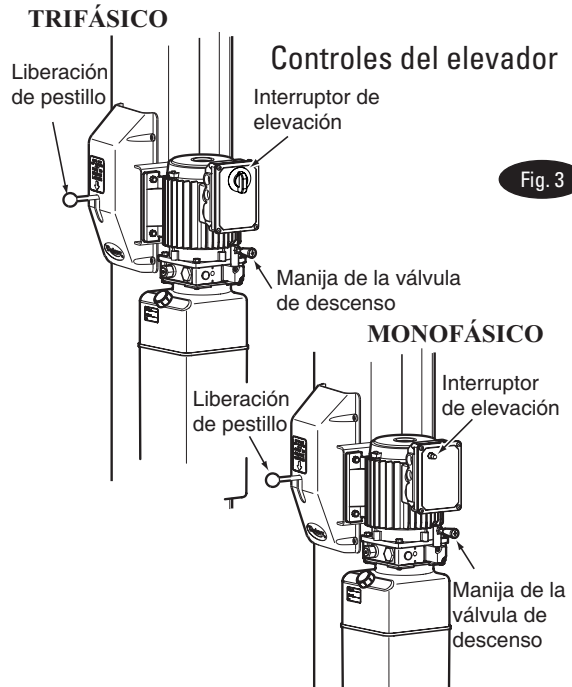

Fig. 3
A. Presione el interruptor de "Raise" (Levantar) en la unidad de potencia, Fig. 3.
- D. Hale la manija de la Válvula de Descenso para bajarlo, Fig. 3.